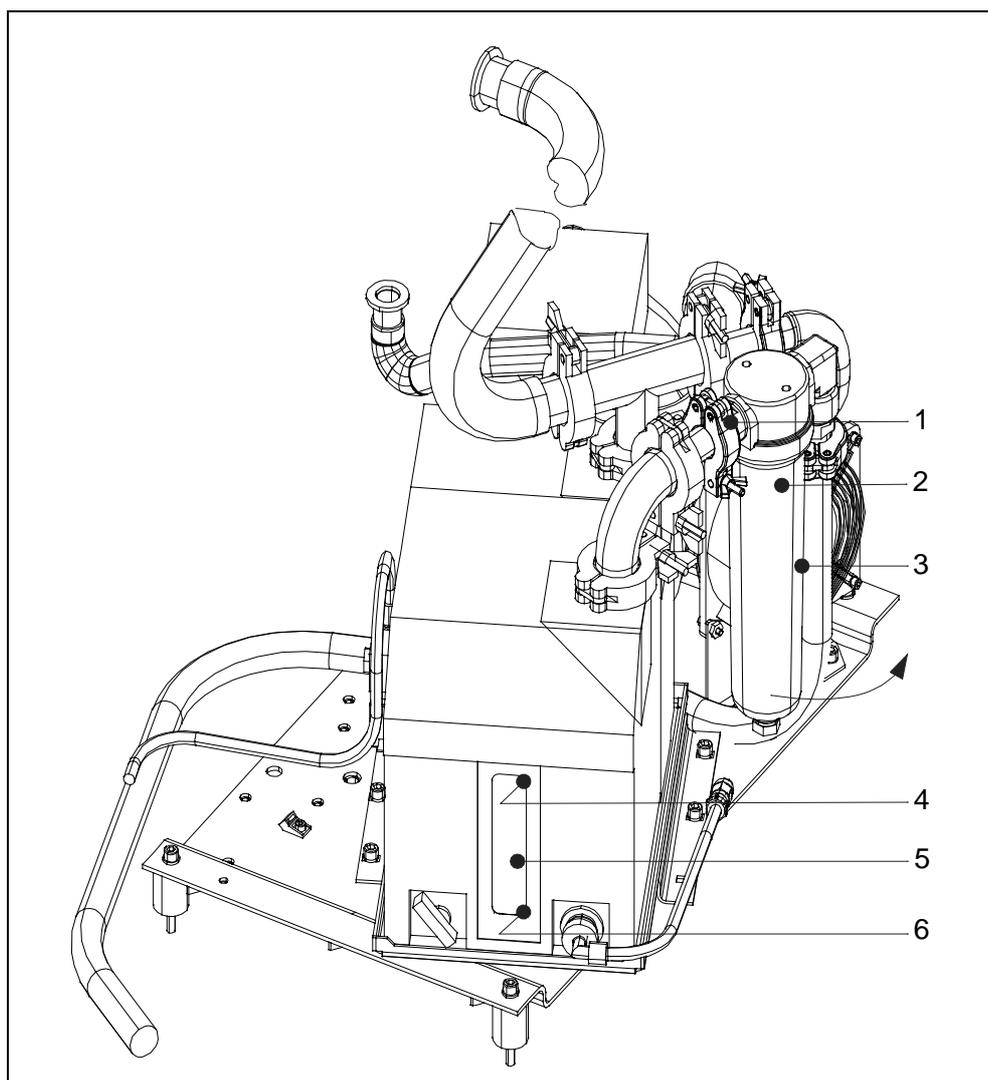

Fig. 9-4 Position de montage du filtre d'échappement
La position de montage du filtre d'échappement est indiquée sur la Fig. 9-4 ci-après.
- Desserrez la bague de serrage du filtre d'échappement (Fig. 9-4/1) puis basculez le filtre complet vers l'extérieur dans le sens de la flèche jusqu'à ce que vous puissiez retirer la réserve de lubrifiant.